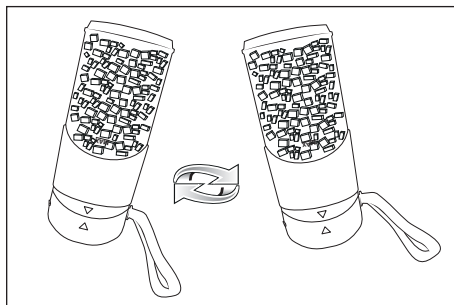

Fig. 1
4) Capovolgere l'apparecchio in modo che il coperchio **1** sia rivolto verso il basso. Per agevolare la distribuzione degli ingredienti, si può muovere l'apparecchio mentre tritura gli alimenti. Sostenere saldamente l'apparecchio con la mano e muoverlo lateralmente avanti e indietro (vedere fig. 1). Assicurarsi che il coperchio **1** non si stacchi dal miscelatore **6**.